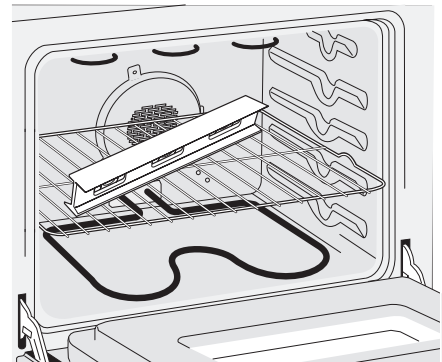

Figura 12
2. Ponga un nivel sobre la parrilla (figura 12). Tome dos lecturas con el nivel puesto diagonalmente en una dirección y después en la otra. Nivele la estufa, si es necesario, ajustando las 4 patas niveladoras con una llave de tuercas.